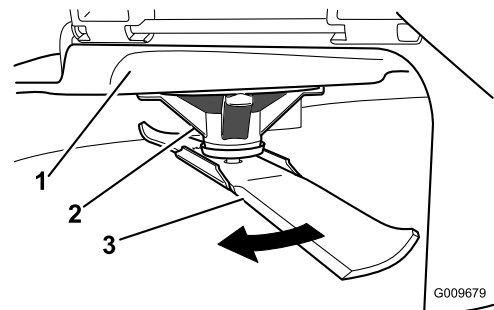

Figura 49
2. Usando luvas almofadadas ou outra proteção adequada para as mãos, rode lentamente lâmina a medir para uma posição que permita uma medição efetiva da distância entre a extremidade de corte e a superfície nivelada onde a máquina está (Figura 49).